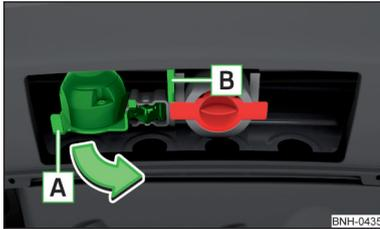

Fig. 221
- Agarrar el enchufe de 13 polos por el mango **A** y girarlo en el sentido de la flecha » fig. 221.